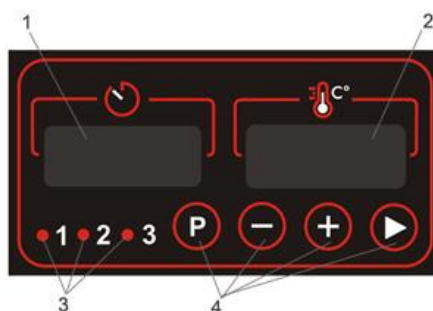

Рис. 3. Панель управления устройством
- После установки необходимого режима подачи воды на панели управления (рис.3) задайте желаемую температуру воды в ванне аппарата. Для этого, нажмите один раз клавишу «+» или «-», дисплей температуры начнет моргать,